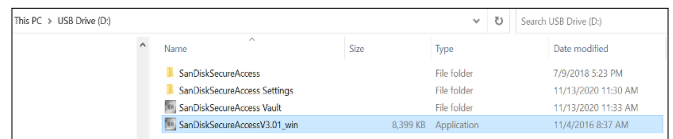

Figura 1: Pasta protegida por palavra-passe na pen USB que contém o instalador de software
2. Ligue a pen USB a qualquer uma das portas USB do computador portátil e abra o conteúdo conforme apresentado abaixo. Clique duas vezes no ficheiro executável indicado na **Figura 1**.